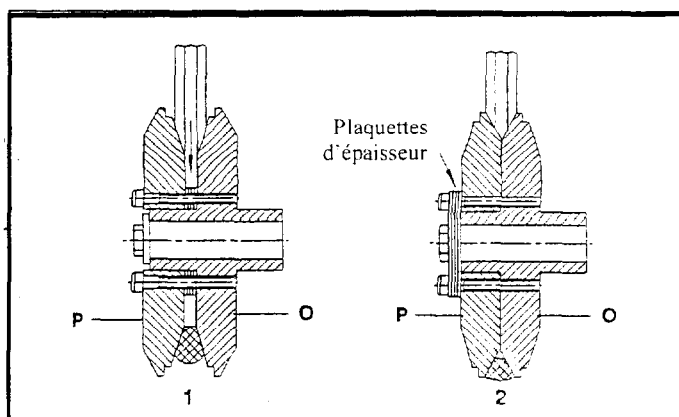

Fig. 3. - Vitesses de la machine
- L'une de ses méthodes consiste à modifier l'assemblage des poulies porte courroie (voir figure 3 ci-dessous).